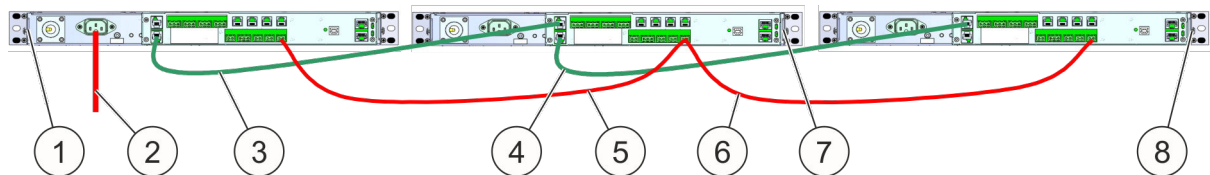

Abb. 47: Energieversorgung und Datenleitung
1. ➤ Netzversorgung (Abb. 47/2) von 100 – 240 V AC am Master (Abb. 47/1) anschließen.
2. ➤ Spannungsversorgung (Abb. 47/5) zwischen Master und erstem Slave (Abb. 47/7) herstellen. Siehe auch ⚡ Kapitel 3.3.7 „Spannungsversorgung“ auf Seite 27.
3. ➤ Spannungsversorgung (Abb. 47/6) zwischen erstem Slave und nächstem Slave (Abb. 47/8) herstellen.
5. ➤ CAN-Bus-Verbindungskabel (Master/Slave) (Abb. 47/3) zwischen Master und erstem Slave anschließen.
6. ➤ CAN-Bus-Verbindungskabel (Master/Slave) (Abb. 47/4) zwischen erstem Slave und nächstem Slave anschließen.